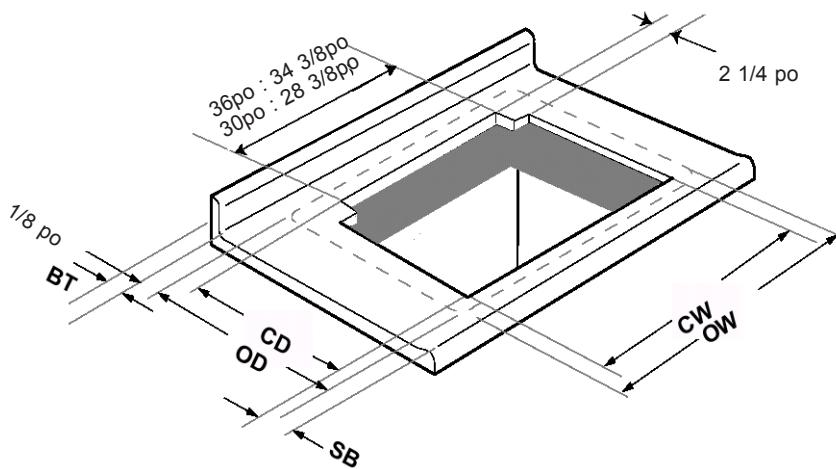

Figure 7
Pour l'installation avec une plaque de cuisson Bosch, consulter section A et figure 7 (page 7) ; pour une autre marque, voir section B, page 8.
- Installation avec plaque de cuisson Bosch (figure 7 et tableau 2)